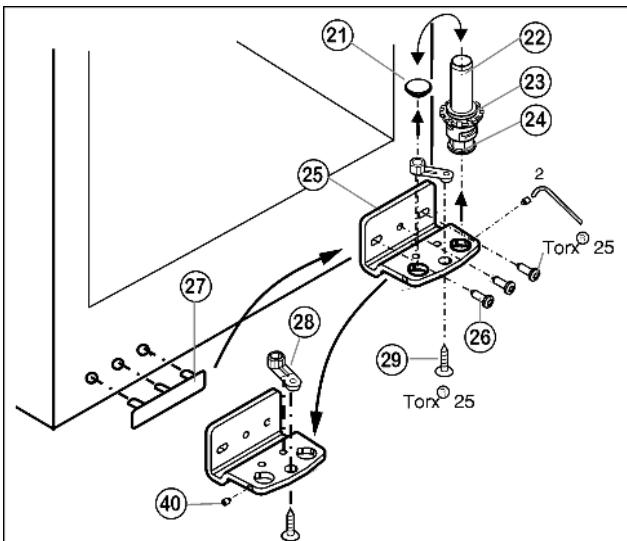

Fig. 6
- ▶ Отвинтите установочный винт Fig. 6 (40) приблизительно на один оборот прилагаемым торцевым ключом.
- ▶ Извлеките опорный винт Fig. 6 (22) в комплекте с шайбой Fig. 6 (23) и регулируемой опорой Fig. 6 (24), вывинчивая его вверх.
- ▶ Снимите пробку Fig. 6 (21).
- ▶ Открутите Fig. 6 (26) опорный кронштейн Fig. 6 (25).
- ▶ Полностью выкрутите установочный винт Fig. 6 (40) и вкрутите на противоположной стороне на нижнем опорном кронштейне, чтобы он был заподлицо с этим кронштейном.
- ▶ Открутите Fig. 6 (29) опорную деталь Fig. 6 (28) и, перевставив в отверстие на противоположной стороне опорного кронштейна, снова прикрутите.
- ▶ Переставьте пробку Fig. 6 (21) в свободное отверстие.
- ▶ Осторожно снимите и переставьте на противоположную сторону крышку со стороны ручки Fig. 6 (27).
- ▶ Снова прикрутите опорный кронштейн Fig. 6 (25) на новой стороне шарнира (**с моментом 4 Нм**). При необходимости используйте аккумуляторный шуруповерт.
- ▶ Вновь установите опорный винт Fig. 6 (22) в комплекте с шайбой и регулируемой опорой.
- ▶ Затяните установочный винт Fig. 6 (40).
- ▶ Установите дверцу сверху на нижний опорный палец Fig. 6 (22).
- ▶ При необходимости выровняйте дверцы через два продольных паза в нижнем опорном кронштейне Fig. 6 (25) параллельно корпусу устройства. Для этого выкрутите средний винт.